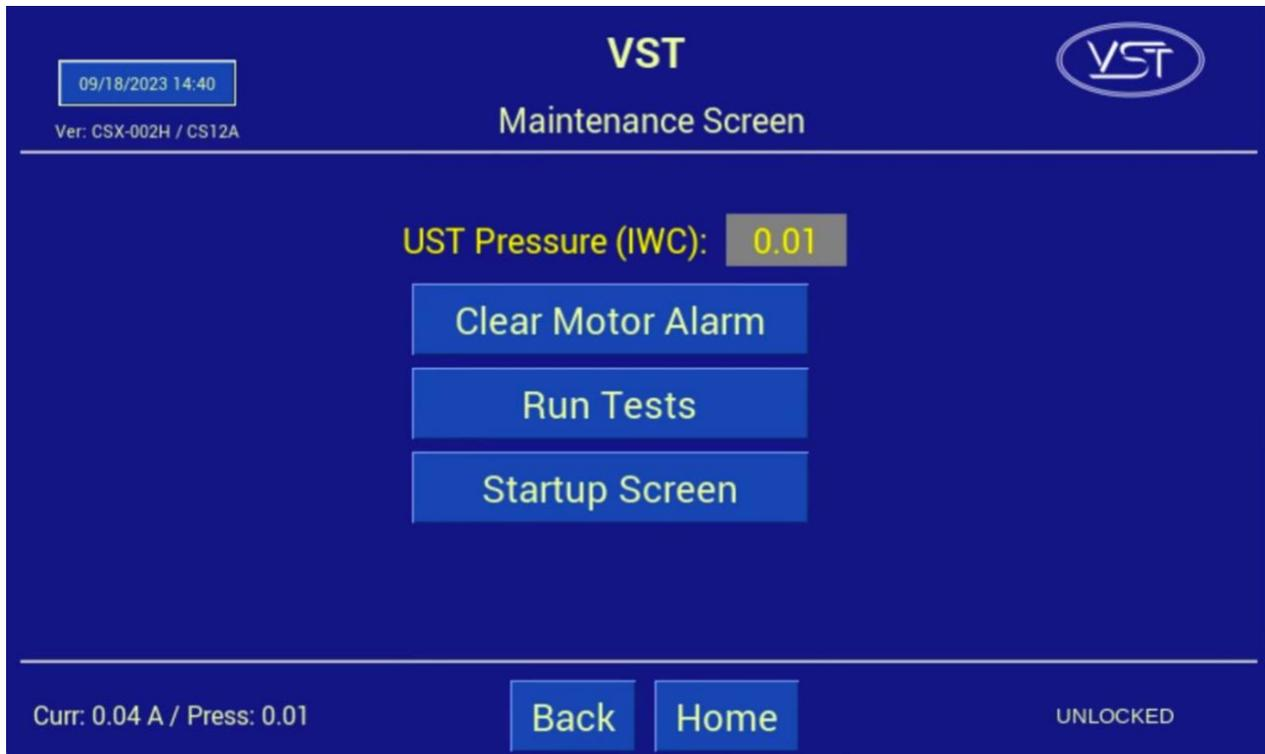

Figura 8-17: Pantalla de mantenimiento
| 1.    | <p>Compruebe si se ha desconectado el disyuntor de la bomba de vacío (BKR1) en el panel de control. Vea la Figura 8-21.</p> <ul style="list-style-type: none"> <li>a) Ingrese a la pantalla de Mantenimiento usando el código 878 para deshabilitar el GREEN MACHINE.</li> <li>b) Abra la puerta delantera del panel de control.</li> <li>c) Compruebe el disyuntor BRK1 para ver si se desconectó: <ul style="list-style-type: none"> <li>● Si la palanca del disyuntor está hacia arriba y la ventana está en ROJO, el disyuntor no se ha desconectado.</li> <li>● Si la palanca del disyuntor está hacia abajo y la ventana está en VERDE, el disyuntor se ha desconectado.</li> </ul> </li> <li>d) Si el disyuntor no se ha desconectado, vaya al Paso 2.</li> <li>e) Si el disyuntor de la bomba de vacío se ha desconectado, mueva la palanca hacia arriba para reiniciar el disyuntor.</li> <li>f) Presione el botón Clear Motor Alarm para que la alarma se reinicie.Vea la Figura 8-17.</li> <li>g) Presione HOME en el PLC para regresar a la pantalla principal y se borrará la alarma.</li> <li>h) La GREEN MACHINE ahora se encuentra en modo de operación normal y funcionará si la presión del UST es superior a 0.2IWC.</li> <li>i) NOTA: SI EL DISYUNTOR DE LA BOMBA DE VACÍO SE SIGUE DESCONECTANDO, AVANCE AL PASO 2.</li> </ul> |
**Vea la Figura 8-17.**